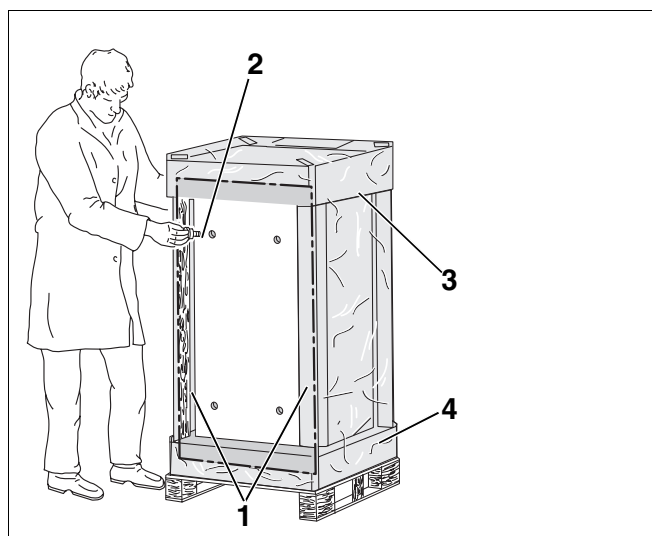

Рис. 3 Вырезать упаковочную пленку и ввернуть опорные болты
- Вырезать упаковочную пленку на стороне, противоположной наклейке "Верх бака" (рис. 3).
- Ввернуть 4 опорных болта, (рис. 3, **поз. 2**) входящих в поставку отопительного котла, на 15–25 мм.
- Удалить обе деревянных угловых планки (рис. 3, **поз. 1**) на нижней стороне бака-водонагревателя.